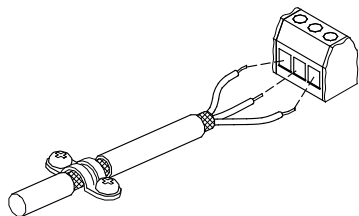

Fig. 38 Exemple de câble dégarni avec blindage
- Placer le blindage le plus près possible des bornes de raccordement. Voir fig. 38.